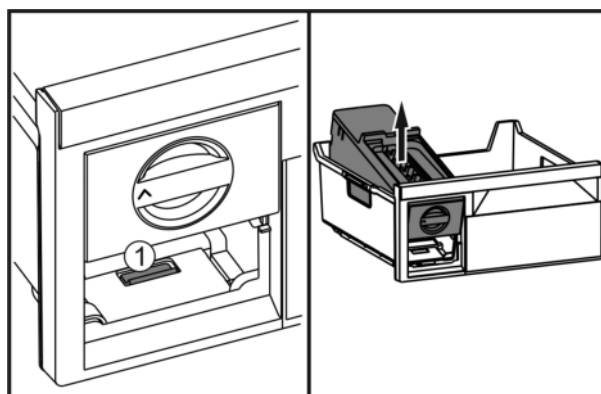

Fig. 63
- Lasche Fig. 63 (1) drücken, EasyTwist-Ice von hinten anheben und aus dem Gefrierschubfach herausnehmen.